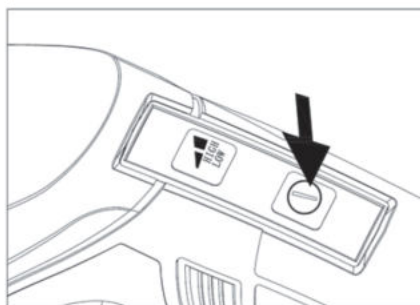

FIG. 7
- Pentru a porni aspiratorul, apăsați butonul ON / OFF; pentru a opri aspiratorul, apăsați butonul ON / OFF. (vezi fig. 7)